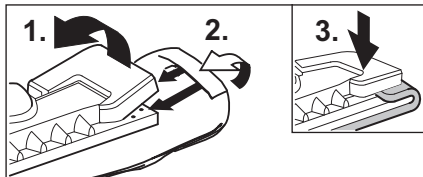

Fig. 12: Montar o esfregão
- Segure o esfregão (H3) no bocal para pavimentos (H1). Dobre o esfregão de comprido e coloque o bocal para pavimentos sobre ele. Puxe consecutivamente as pontas do esfregão debaixo das molas de fixação (H2) (ver fig.12).